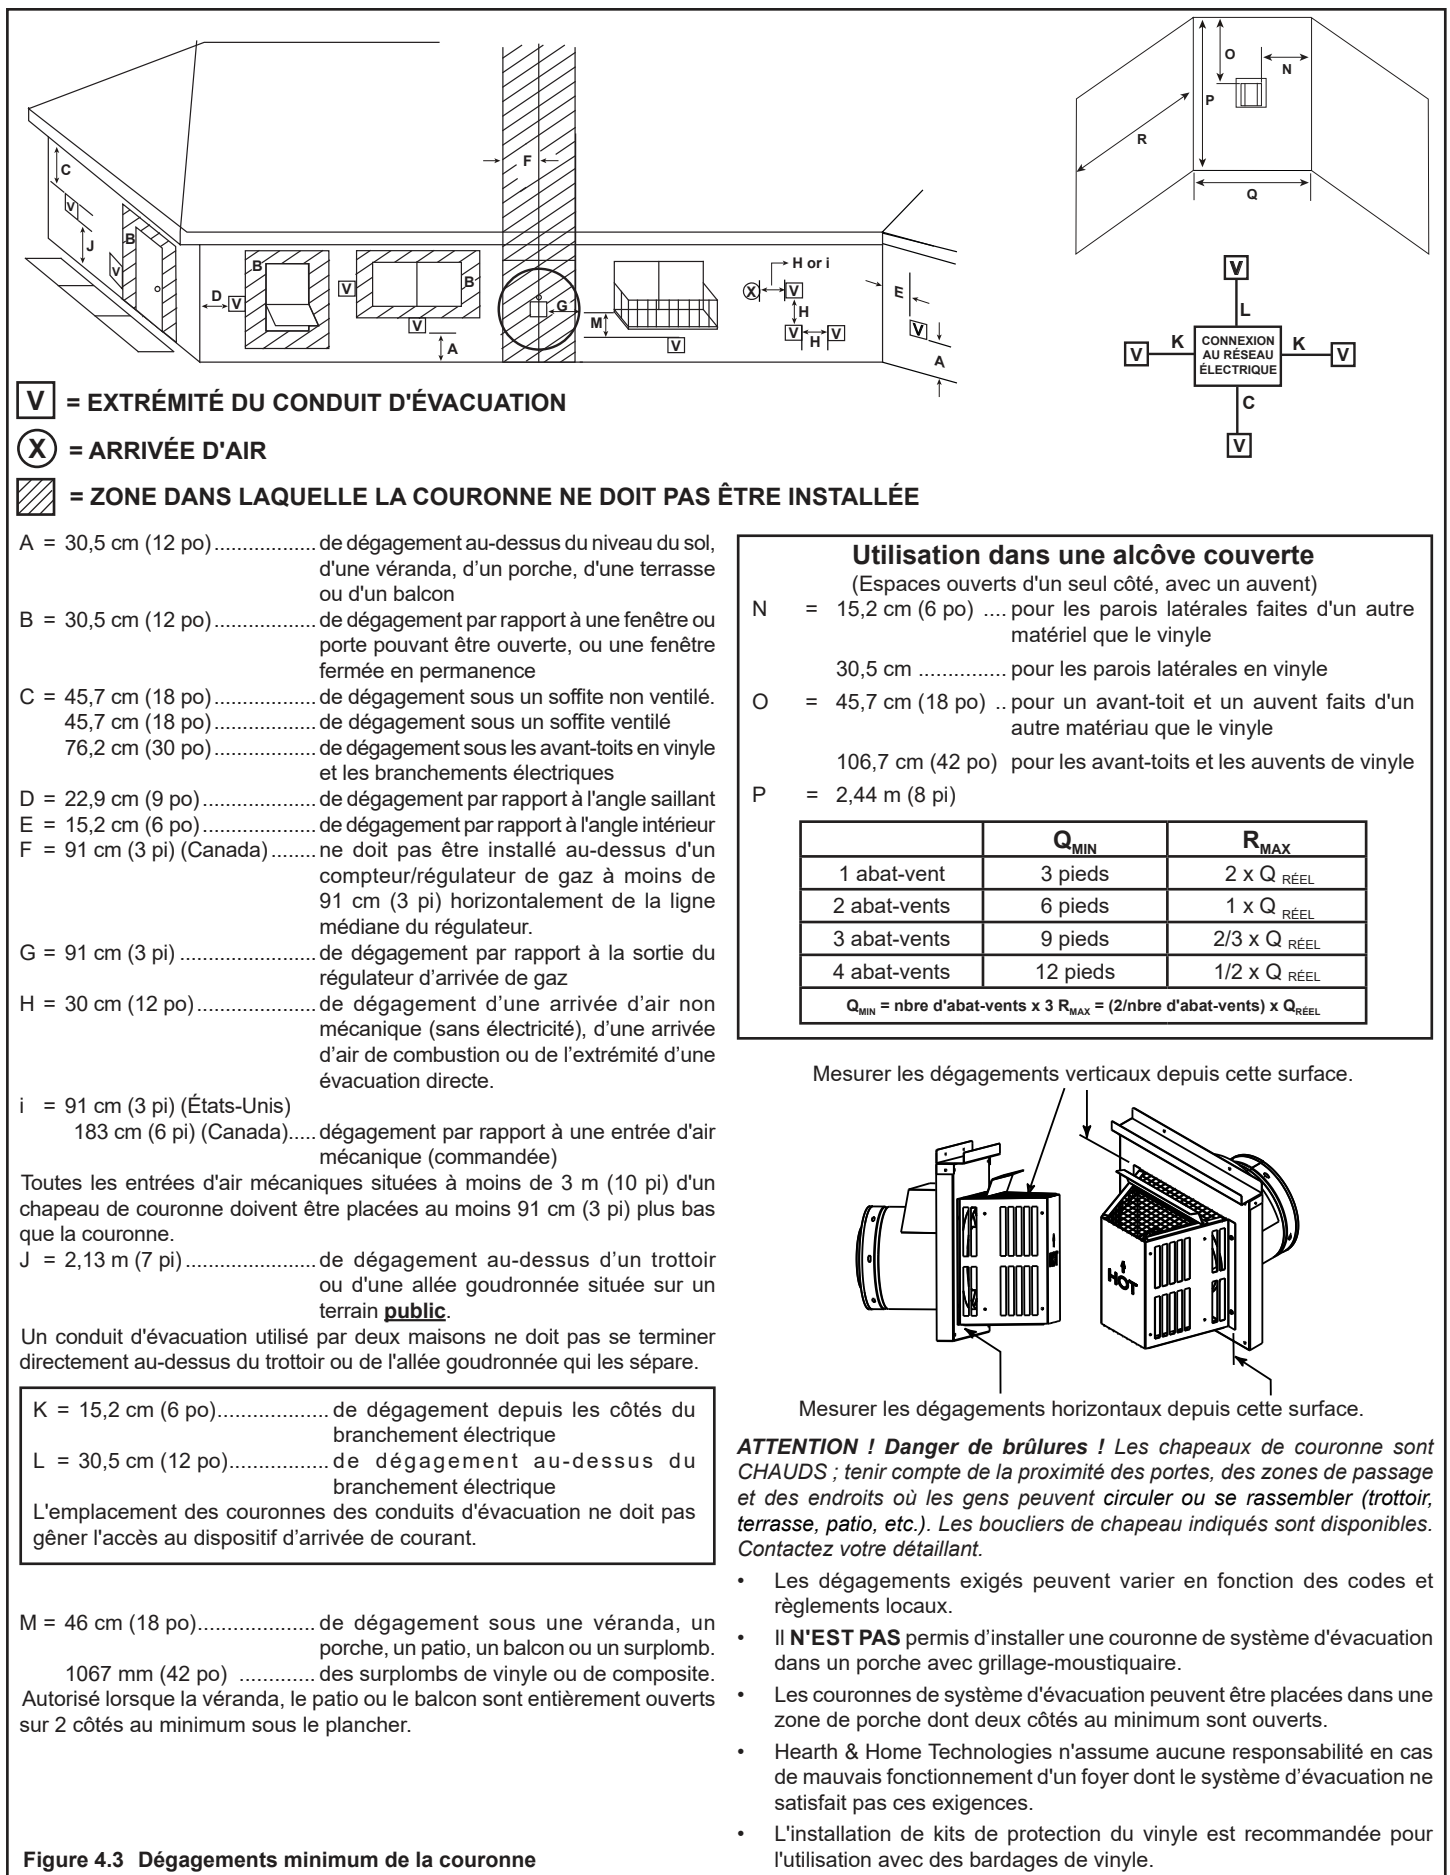

Figure 4.3 Dégagements minimum de la couronne
- Les couronnes horizontales sont mesurées par rapport à la face de montage externe (bride du chapeau de couronne) (voir figure 4.3).